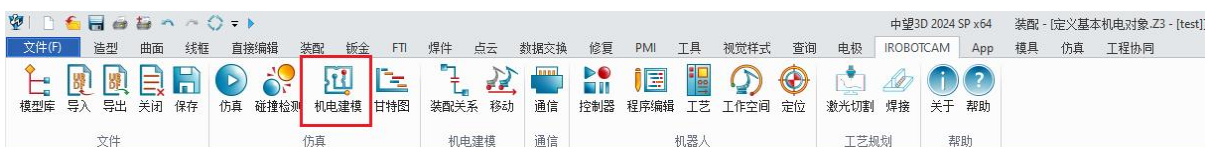

图 5-5: 机电建模
- 单击“IROBOTCAM”进入机电建模界面。(图 5-5)